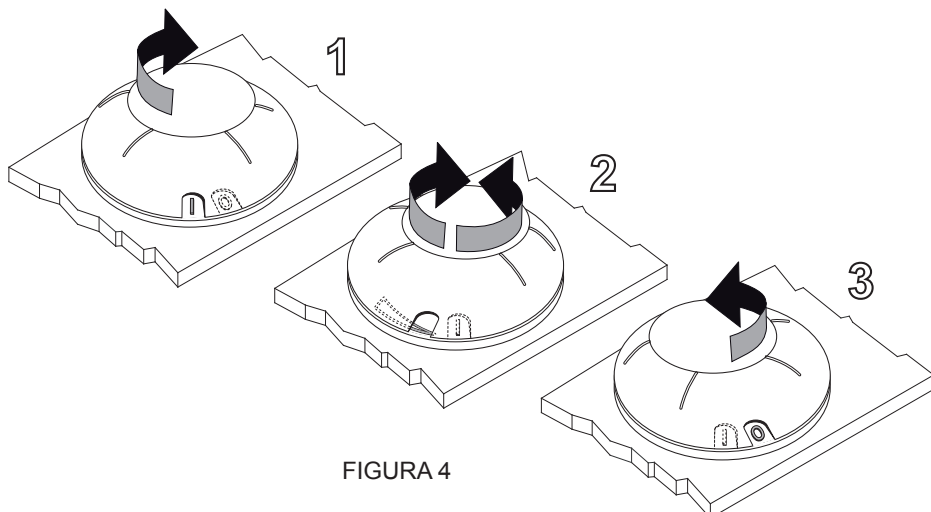

FIGURA 4
- Ruotando la ghiera dal simbolo "O" ad "I" (particolare 1 figura 4), l'idromassaggio entra in funzione.
- Regolare i flussi dell'aria agendo sulla ghiera (particolare 2 figura 4) ruotandola in senso orario o antiorario sul simbolo "▲".
- Per fermare l'idromassaggio, ruotare la ghiera sul simbolo "O" (particolare 3 figura 4).